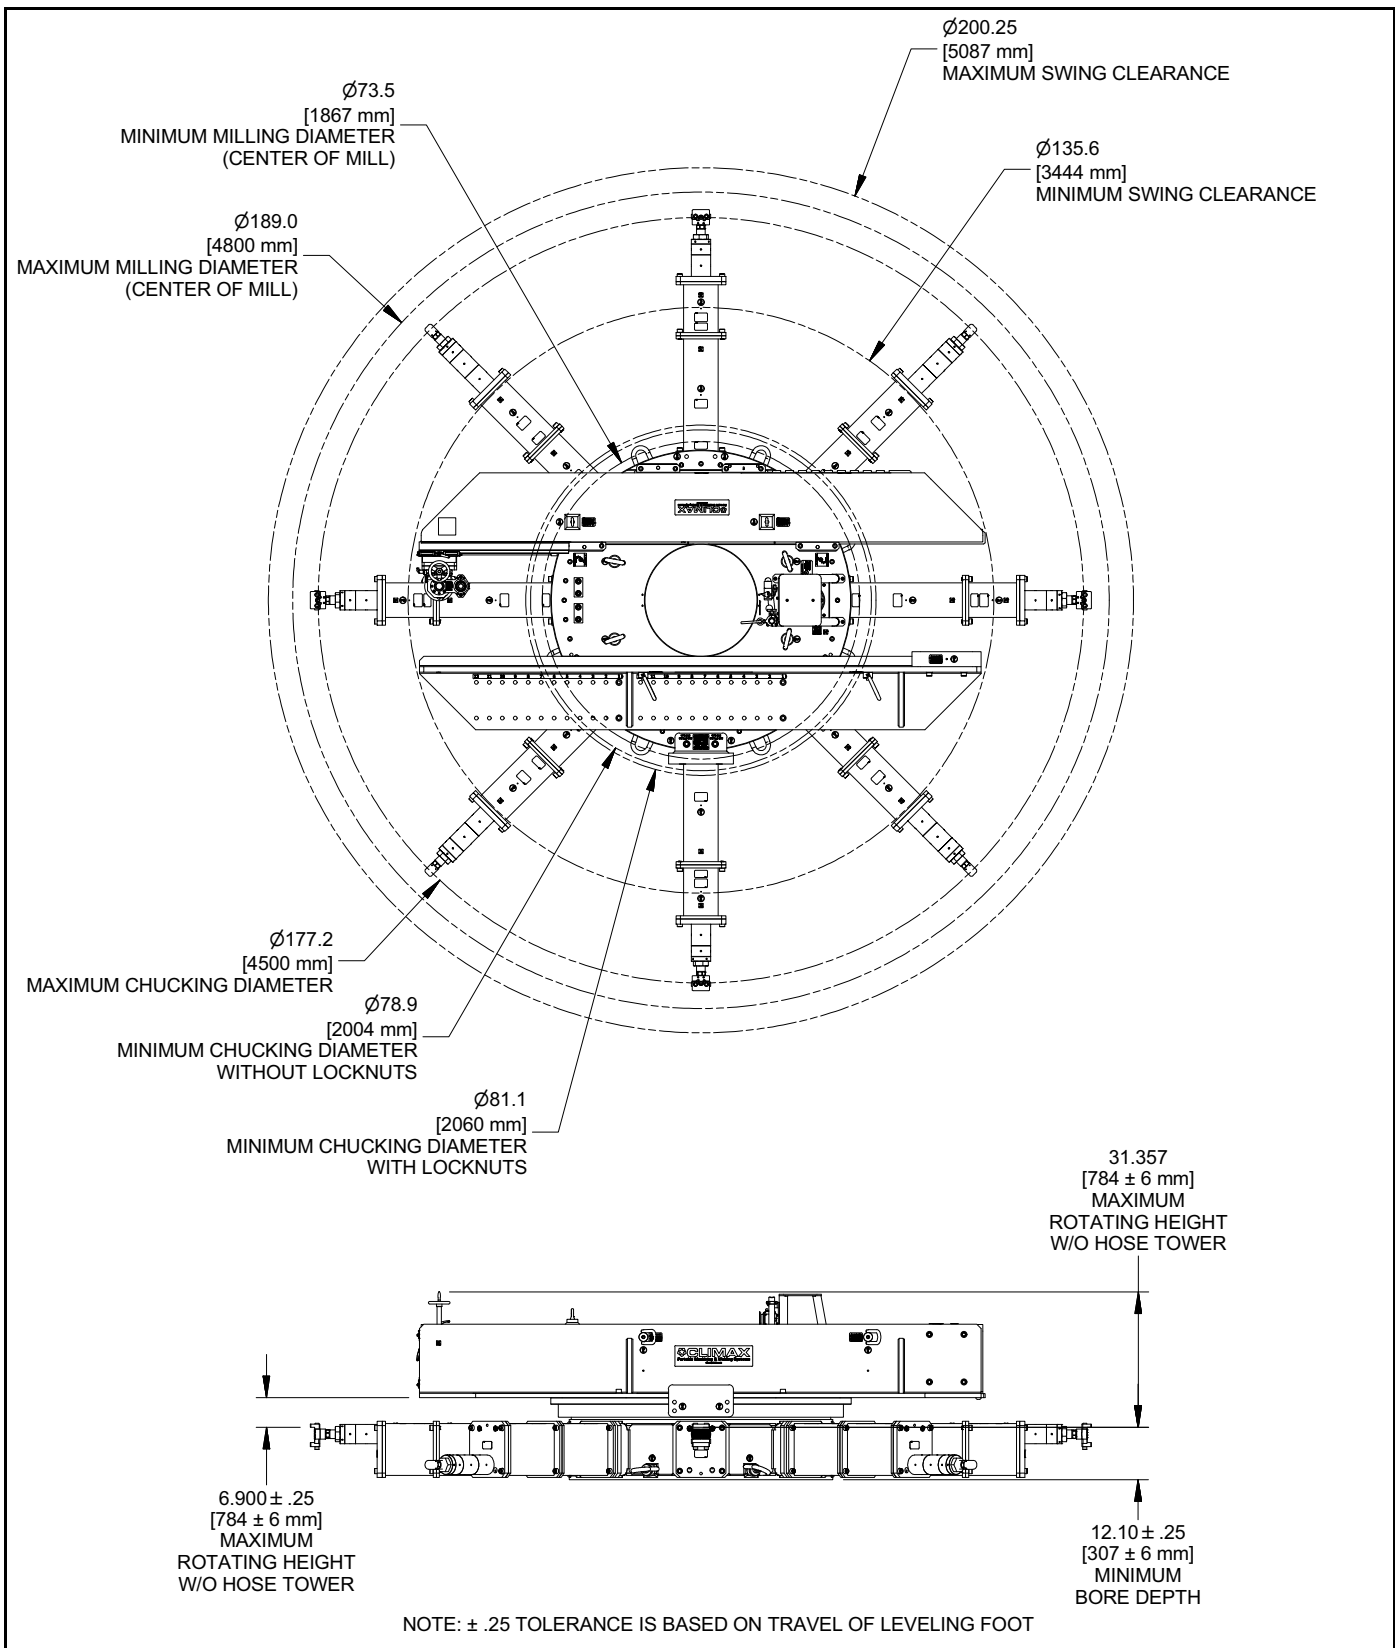

FIGURE 2-4. DIMENSIONS DE LA MACHINE À MONTAGE SUR DI
- Pour le montage sur DI, 78,9-177,2" (2 000- 4 500 mm) de diamètre intérieur (voir Figure 2-4 à la page 18)